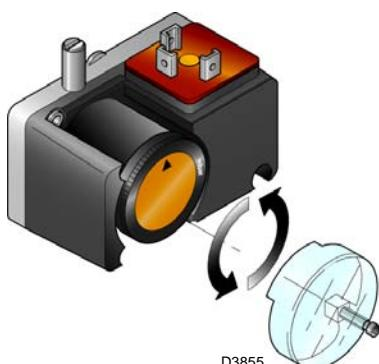

Fig. 25
- Regular el presostato gas de mínima al inicio de la escala (Fig. 25).